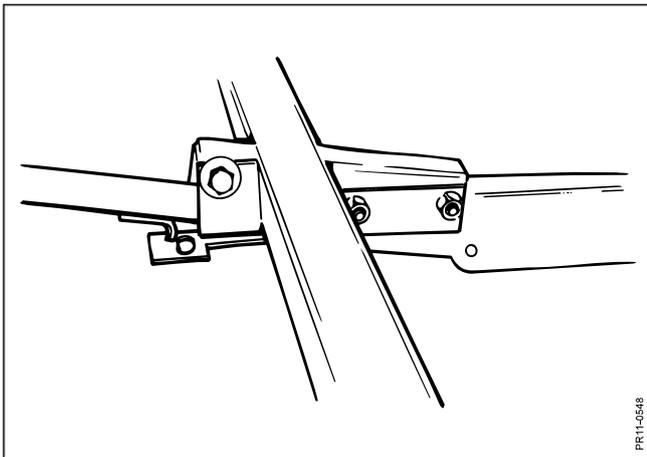

Fig. 1-15
**Fig. 1-15:** Der hintere Schutzbügel wird mit dem langen, eingebogenen Ende gegen das Ende des Mähbalkens montiert. Vergessen Sie nicht die Sperrfeder zusammen mit der mittleren Abstützung zu montieren.